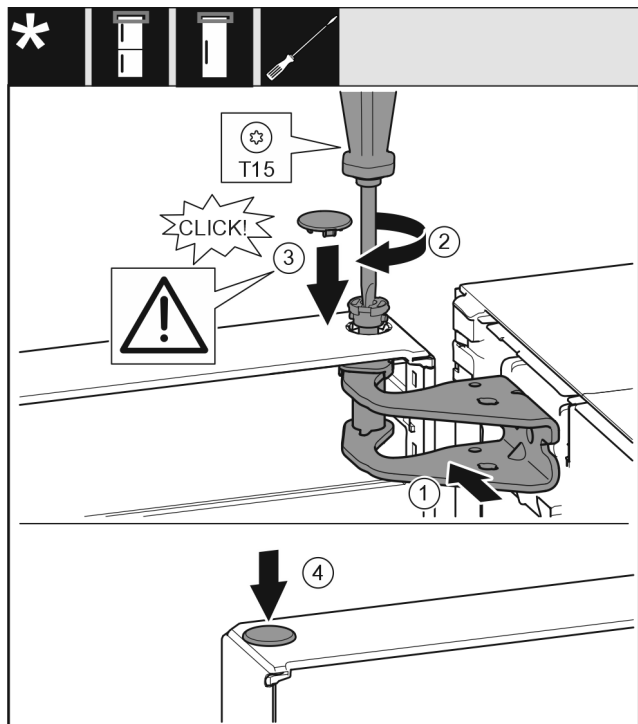

Fig. 22
- Rikta in dörren upptill så att den passar öppningen i lagerbocken. Fig. 22 (1)
- Sätt in stiftet Fig. 22 (2) och skruva fast med skruvmejseln.
- Montera säkringsskyddet Fig. 22 (3) som säkrar dörren: Sätt in säkringsskyddet och kontrollera att det ligger på dörren. Sätt annars in stiftet helt.
- Sätt in pluggen Fig. 22 (4).